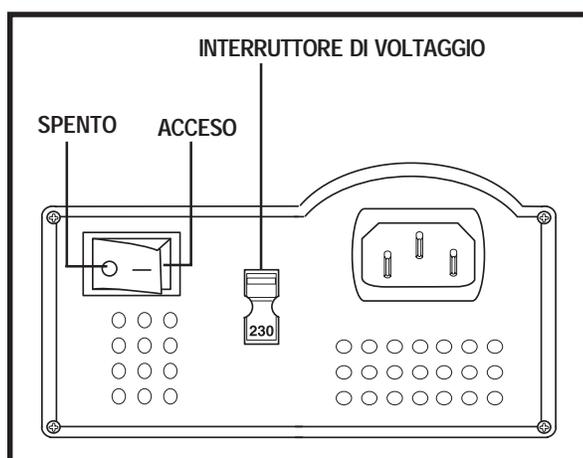

Figura 12. Caricatore acceso/spento e commutatori di voltaggio
Il caricatore esterno fornito con lo scooter è dotato di un interruttore di voltaggio 115/230. Accertarsi che questo interruttore sia nella posizione idonea per la località di utilizzo. Se non si è certi del voltaggio usato nel proprio Paese, contattare l'ente di fornitura dell'energia elettrica prima di inserire la spina del cavo di alimentazione del caricatore nella presa elettrica. Se l'impostazione è errata, il caricatore non funziona adeguatamente. Portare l'interruttore di voltaggio sulla posizione idonea. Vedere figura 12.
7. Accendere il caricatore. Vedere la figura 12. Si raccomanda una durata della ricarica delle batterie da 8 a 14 ore.